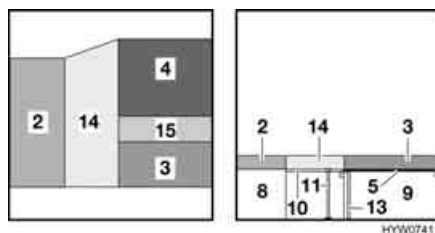

Fig. 111 Dopo la trasformazione
- Collocare il cuscino dello schienale (Fig. 111,3) dei sedili centrali sul piano del tavolo.
- Piazzare il cuscino aggiuntivo piccolo (Fig. 111,15) tra il cuscino del divano (Fig. 111,4) e il cuscino dello schienale (Fig. 111,3).
- Appoggiare il cuscino aggiuntivo grande (Fig. 111,14) sulla prolunga del cassone letto.